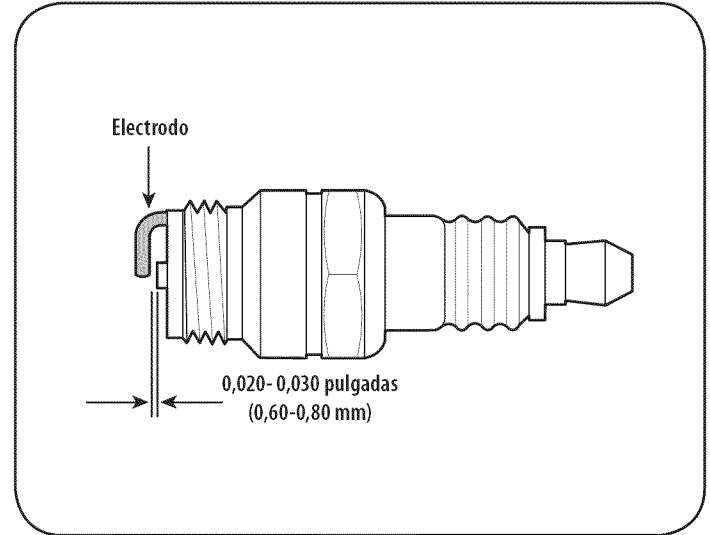

Figura 15
3. Mida la separación de bujía con un calibrador. Corrija de ser necesario torciendo el electrodo lateral. Ve a la Figura 15. La separación debe establecerse entre 0,020 y 0,030 pulgadas (0,60-0,80 mm).